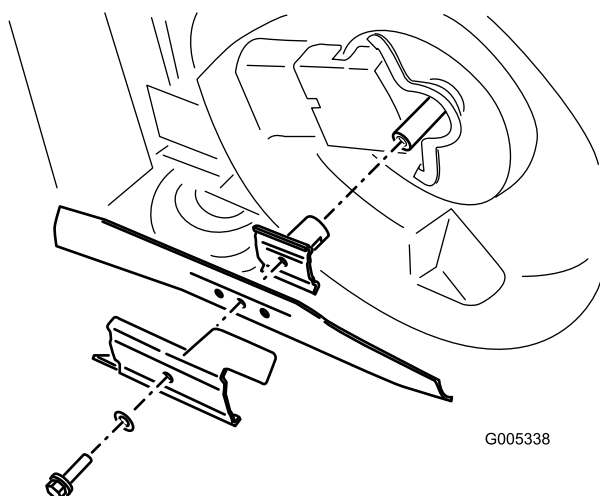

Figure 29
4. Basculez la tondeuse sur le côté (filtre à air en haut) (Figure 29).
Tenez la lame à son extrémité avec un chiffon ou un gant épais. Retirez le boulon de lame, l'accélérateur et la lame (Figure 29).